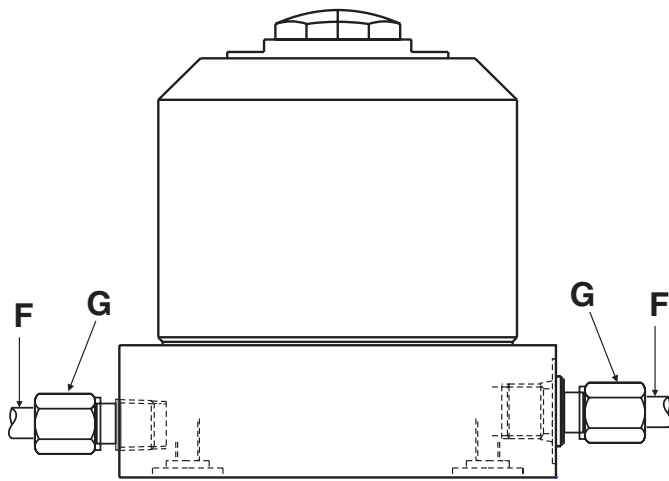
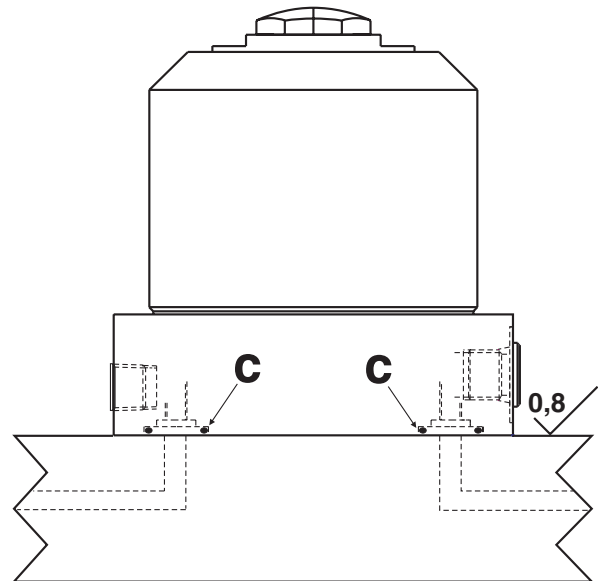

Abbildung 4 - Abstützzylinder mit „Luftspülung“ / „Luftfederung“ bei Verwendung des seitlichen Entlüftungsanschlusses
Abbildung 5 - Abstützzylinder mit „Luftspülung“ / „Luftfederung“ bei Verwendung des Verteilerrohr-Entlüftungsanschlusses
1. Eine Luftdruckleitung (F) an den seitlichen Entlüftungsanschluß (siehe Abbildung 4) oder an den Verteilerrohr-Entlüftungsanschluß (siehe Abbildung 5) anschließen. Falls die Leitung an den seitlichen Entlüftungsanschluß angeschlossen wird, muß zunächst das Entlüfteranschlußstück entfernt werden. Falls die Leitung an den Verteilerrohr-Entlüftungsanschluß angeschlossen wird, die Verschlußschraube und die Dichtung aus Kupfer vom Anschluß entfernen, den mitgelieferten O-Ring leicht einfetten und den O-Ring in der Senkung um den Anschluß anbringen.
3. Eine Luftdruckleitung (F) an den seitlichen Entlüftungsanschluß (siehe Abbildung 4) oder an den Verteilerrohr-Entlüftungsanschluß (siehe Abbildung 5) anschließen. Falls die Leitung an den seitlichen Entlüftungsanschluß angeschlossen wird, muß zunächst das Entlüfteranschlußstück entfernt werden. Falls die Leitung an den Verteilerrohr-Entlüftungsanschluß angeschlossen wird, die Verschlußschraube und die Dichtung aus Kupfer vom Anschluß entfernen, den mitgelieferten O-Ring leicht einfetten und den O-Ring in der Senkung um den Anschluß anbringen.